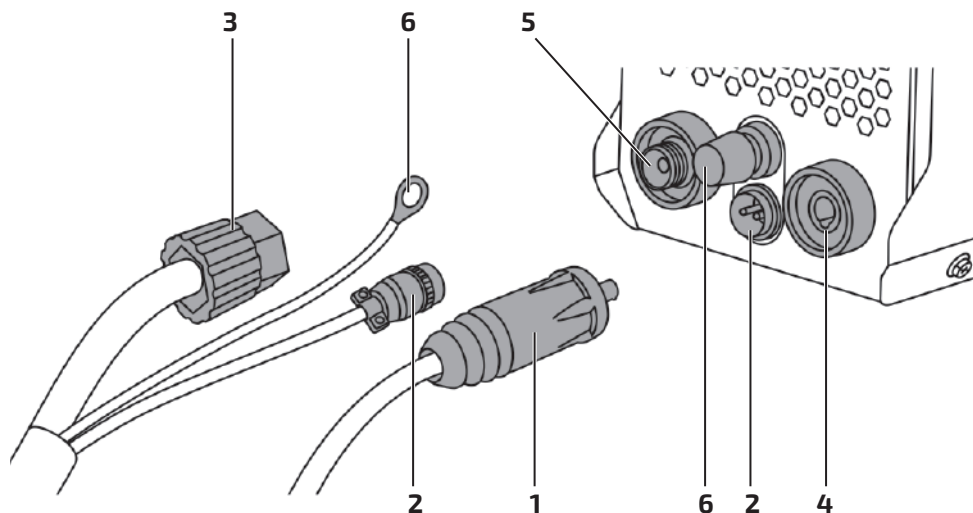

Рис. 6.3 Схема подключения.
3. Подключите силовой вход плазмотрона к разъёму аппарата на передней панели (см. рис. 6.3, пункт 5), убедитесь в плотной фиксации соединения.
4. Подключите разъем управления плазмотроном к разъёму аппарата на передней панели (см. рис. 6.3, пункт 2).
5. Подключите контакт провода дежурной дуги к разъёму на передней панели аппарата (см. рис. 6.3, пункт б).